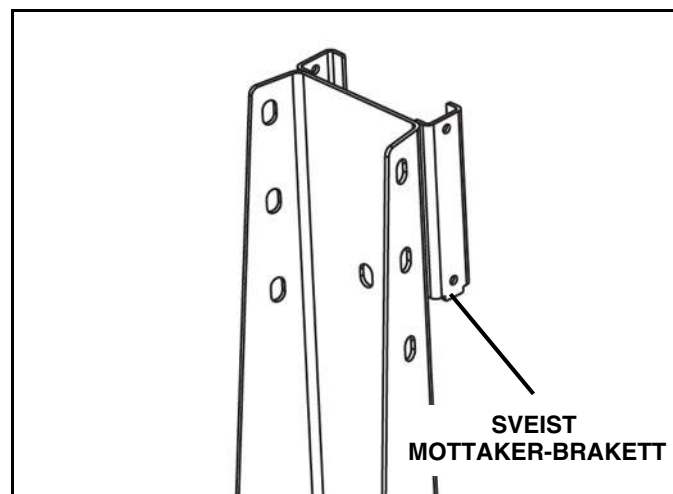

Figur 1-5
4. Skyv mottakeren inn i braketten med 6-pluggs innkretsprogrammeringspluggen plassert vertikalt i den åpne enden av braketten. Fest mottakeren med en 1/4" x 6" sekskantskrue og en 1/4" låsemutter. (Se Figur 1-5).